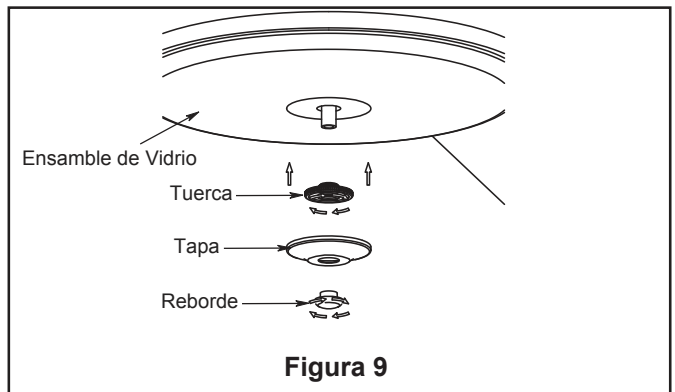

Figura 9
9. Coloque el ensamble de vidrio en ensamble de la placa del portal1mpara y f1jelo con el tuerca, la tapa y remate del reborde que retir3 anteriormente. No apriete demasiado. (Figura 9)